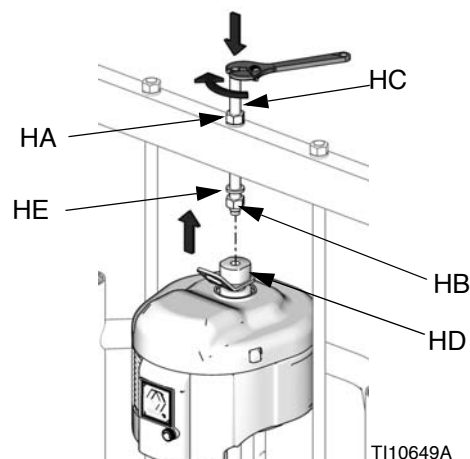

Рис. 37: опорная емкость объемом 55 галлонов – установка пневматического двигателя
- a. Установите резьбовой стержень (НС) через центральное отверстие в поперечине. Установите стопорные шайбы (НЕ) и гайки (НА, НВ) на резьбовой стержень (НС), внизу и наверху поперечины. С помощью гаечного ключа удерживайте адаптер подъемного кольца (НД) и затяните резьбовой стержень (НС) на адаптере подъемного кольца с помощью другого ключа. См. Рис. 37.